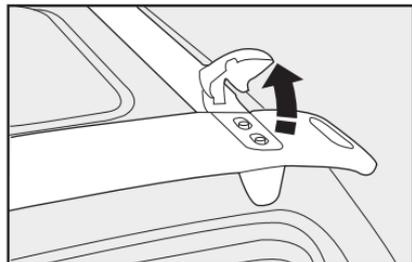
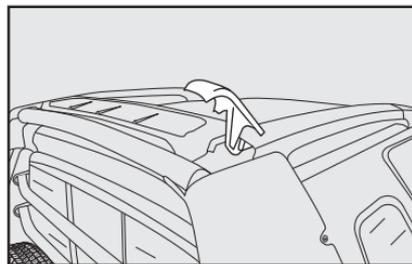

fig. 122
fig. 123
- utilice el portaescaleras **fig. 121** para apoyar y fijar correctamente los objetos más altos. En las versiones con cabina extendida y doble cabina, levante antes los limitadores **fig. 122** o **A-fig. 123** (Strada Adventure).